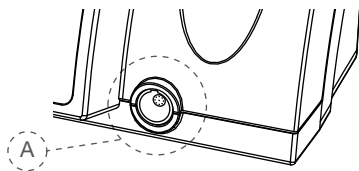

图 2 主机前面接口
5. 将微型马达电缆插头连接在主机正面的插口上 (图 2, A)。
插口 (图 2, A) 是标准的插接接口。使插头上的红点垂直, 并与插口上的导引槽对齐。不要将插头拧入插口。拔出插头时, 应拖拽电缆的金属末端。不要以旋转的方式取出插头。